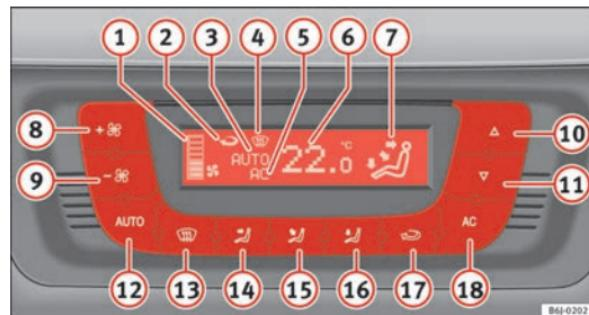

Fig. 93 MANDOS DEL CLIMATRONIC EN EL TABLERO DE INSTRUMENTOS
- Pulse las teclas ⑩ y ⑪ ⇒ fig. 93 para ajustar la temperatura.
- ① Indicador del nivel del ventilador.
- ② Indicador de la función de recirculación de aire
- ③ Indicador AUTO (Funcionamiento automático)
- ④ Indicador de desempañado
- ⑤ Indicador AC (Refrigeración conectada)
- ⑥ Indicador de la temperatura interior seleccionada
- ⑦ Indicador de la dirección del caudal de aire
- ⑧ Aumento de la velocidad del ventilador
- ⑨ Disminución de la velocidad del ventilador
- Pulse la tecla **AUTO**. Se visualiza la indicación ⇒ página 136, fig. 93 ⑦.
- Pulse las teclas ⑩ y ⑪ ⇒ página 136, fig. 93 para ajustar la temperatura deseada en el habitáculo. Se recomienda ajustar una temperatura de 22°C (72°F).
- Pulse una de las teclas → página 136, fig. 93 ⑯ a ⑯ o presione el regulador del ventilador ⑧ y ⑨. Se apaga la indicación ③.
El ventilador puede ajustarse por medio de las teclas ⑧ y ⑨ → página 136, fig. 93. Si el ventilador está apagado (en la pantalla no se indica ningún nivel ①) y sigue presionando la tecla ⑨, se apaga el Climatronic. En tal caso aparecerá OFF en la pantalla.
- Pulse la tecla ⑯ para conectar o desconectar la recirculación de aire. Está conectada si aparece el símbolo ⑯ → página 136, fig. 93 en la pantalla.